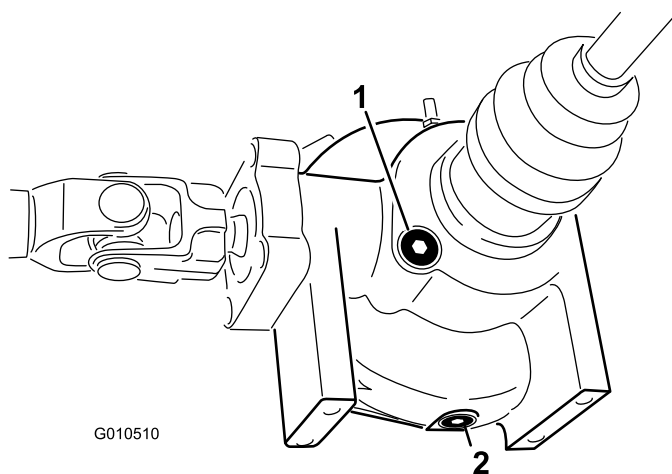

Рисунок 21
2. Очистите область вокруг заливной/контрольной пробки на боковой стороне дифференциала (Рисунок 21).